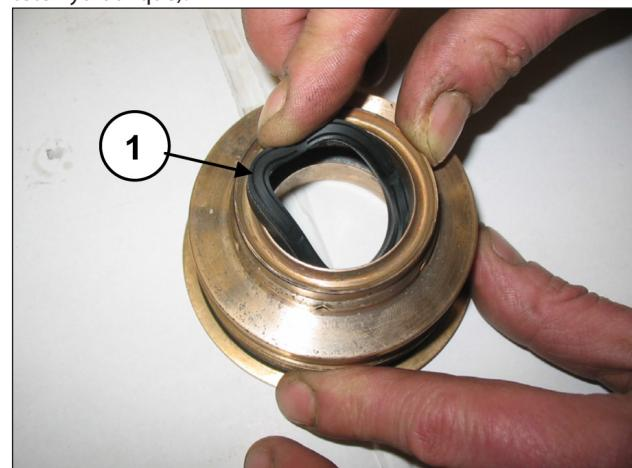

Fig. 149
Placer le joint basse pression dans le support des joints (rep. ①, Fig. 149) en prenant garde au sens de montage de la lèvre d'étanchéité qui doit être orientée vers l'avant (vers la tête hydraulique).